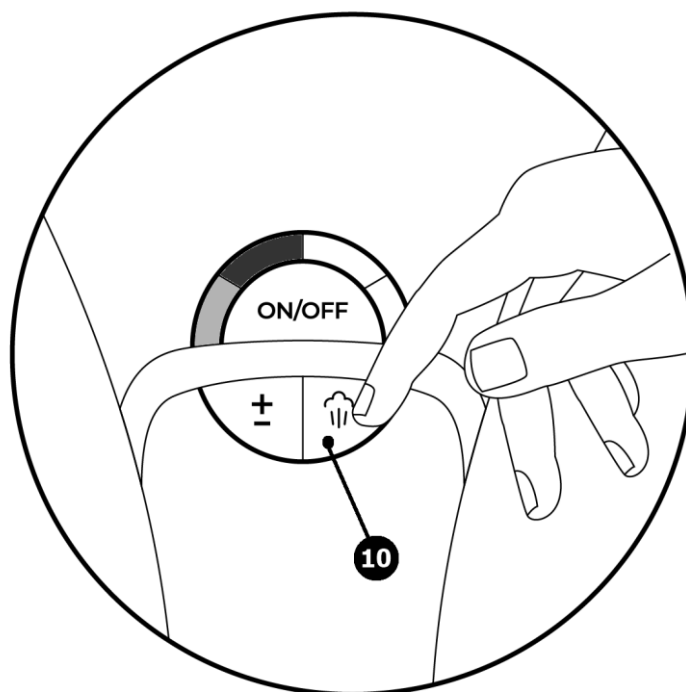

Рисунок 15 – Нажатие кнопки подачи пара
4. После завершения отпаривания изделия повторно нажмите кнопку подачи пара (10) (см. рис.15). Подача пара остановится. Поставьте отпариватель вертикально на ровную горизонтальную поверхность, подготовьте к отпариванию и обработайте паром следующее текстильное изделие.